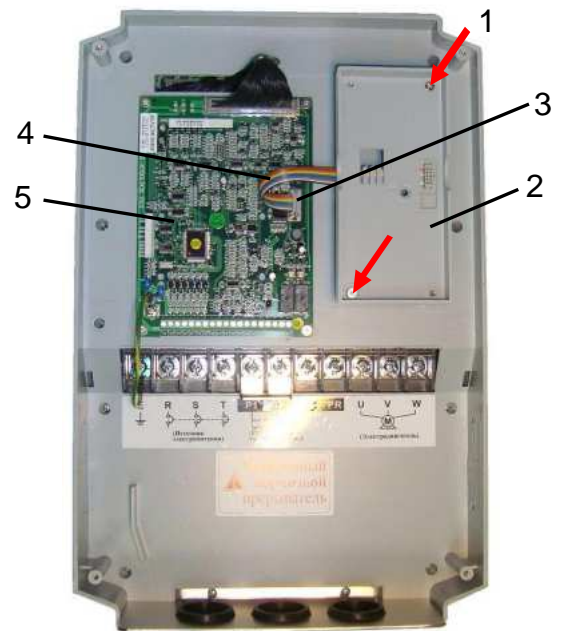

Рис. 6.3
6.3.1. Выкрутить два винта 1 крепления рамки пульта управления 2 (рис. 6.3.), положить винты в тару.
6.3.2. Демонтировать рамку пульта управления, отвести фиксирующую скобу 3 и отсоединить разъем шлейфа 4 пульта управления от платы центрального процессора (ЦП) 5 (рис. 6.3). Положить рамку пульта управления в тару.